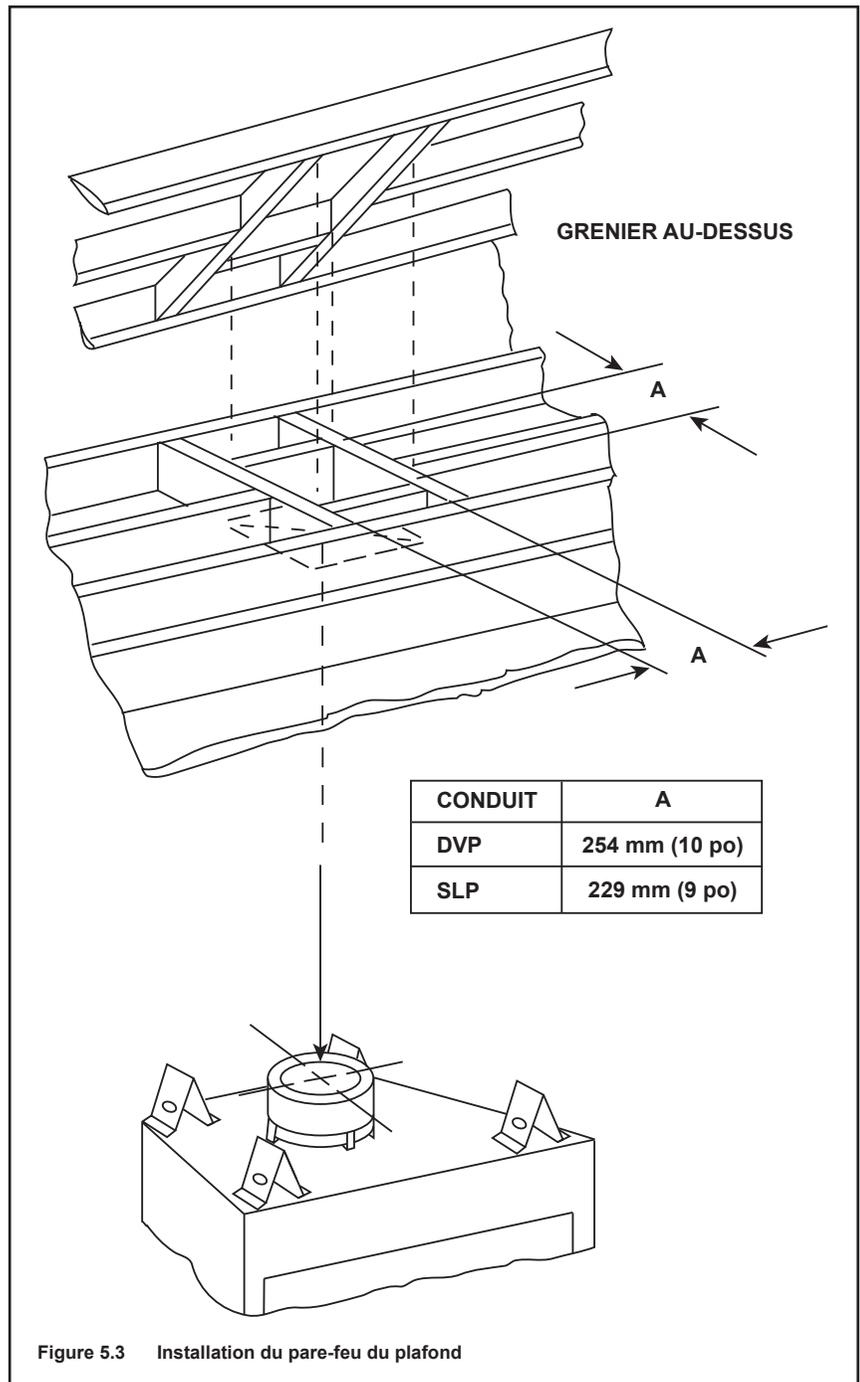

Figure 5.3 Installation du pare-feu du plafond
- **Conduit DVP seulement** - encadrez une ouverture de 254 mm par 254 mm. (10 x 10 po) quand le conduit d'évacuation traverse un plancher/plafond (voir la figure 5.3).
- **Conduit SLP seulement** – Ouverture du coffrage 229 x 229 mm (9 x 9 po) quand le conduit d'évacuation traverse un plancher/plafond (voir la figure 5.3).